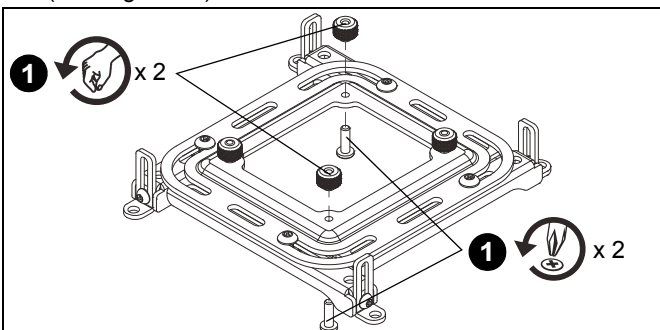

Figure 16
1. Retirez les deux écrous à serrage à main et la vis à tête cruciforme des coins opposés de l'interface universelle. (Voir Figure 16)